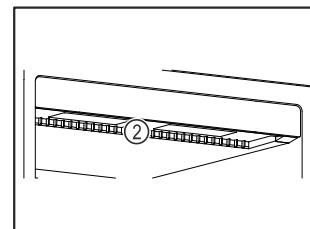

Fig. 11
- ❑ Mantenere libere le fessure di ventilazione Fig. 11 (2) della ventola di ricircolo nel vano interno.